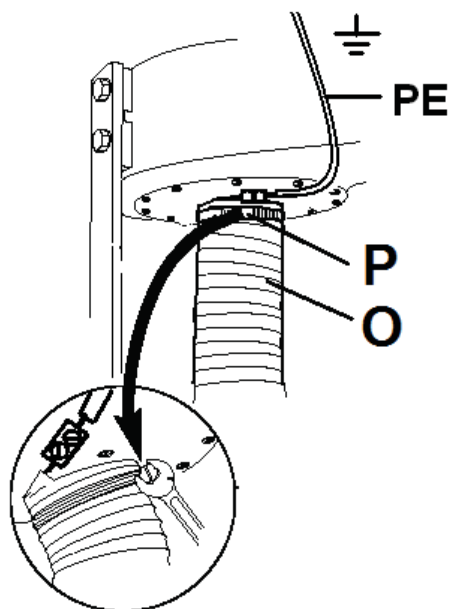

Рис. 12
- Скористуйтеся одним хому́том (P), щоб приєднати шланг (O) до вхідного штуцера (Рис.12)